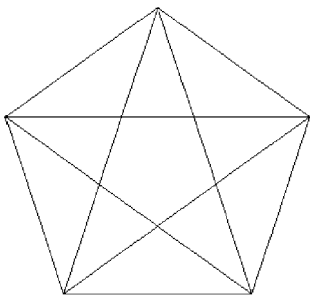

图 3-20 连接五边形的端点
1) 鼠标右键单击状态栏的【对象捕捉追踪】按钮，选中【端点】，即打开了端点捕捉和追踪功能。单击【绘图】工具栏中的【直线】按钮，将五边形相隔的两个端点两两相连，如图 3-20 所示。